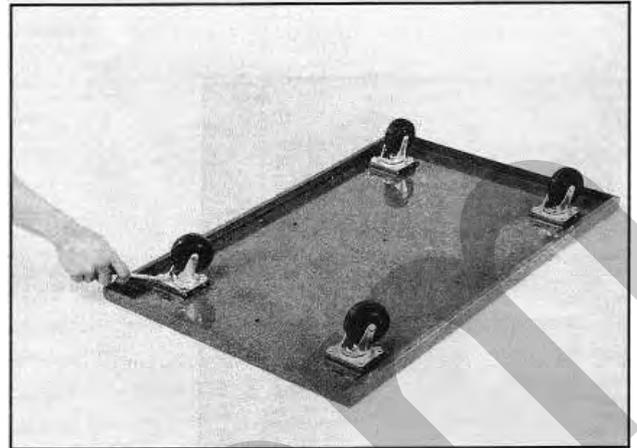

Figura 7 – Montaggio delle ruote.
1. Capovolgere la base (D) e montare le quattro ruote pivotanti (J) (Figura 7).